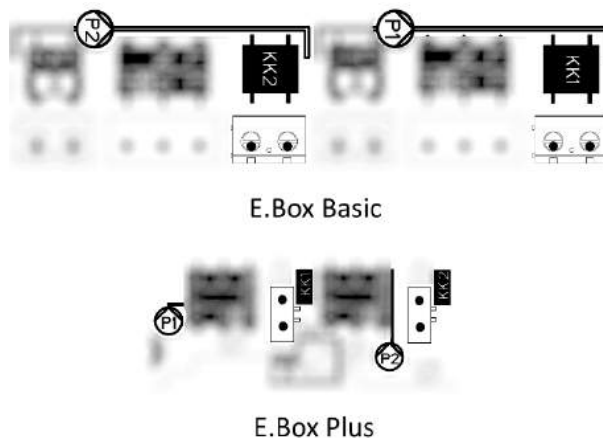

Figura 21: Entradas con protección térmica KK
- **Protección térmica de motores:** el dispositivo posee una entrada para la protección térmica de cada motor. Si el motor utilizado cuenta con protección térmica, se puede conectar dicha protección a los bornes KK. Si la protección no está presente en el motor, se deberán realizar puentes en los bornes. Los bornes se pueden ver en la Figura 21.